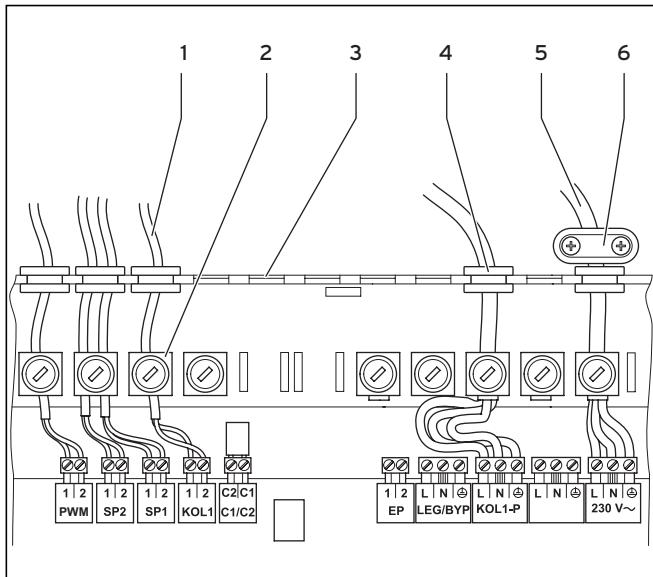

Abb. 5.7 Schaltkasten verdrahten
- Verdrahten Sie den Schaltkasten entsprechend dem Hydraulikplan (siehe Abb. 5.7, 5.8 und 5.9).